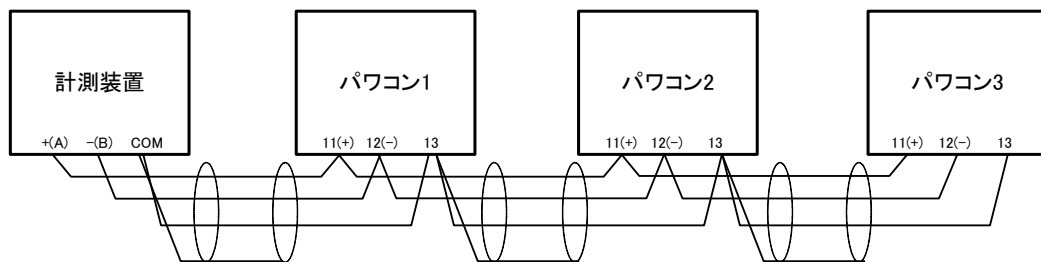

図 6.6.1 パワーコンディショナ3台設置時の接続例
- 信号用端子台(TB3)の計測装置出力(端子番号 11(+),端子番号 12(-),端子番号 13(COM))から出力されますので、計測装置へと接続してください。配線にはシールド付きのツイストペアケーブルを使用し、1点接地になるようにしてください。図 6.6.1 を参考にしてください。
- パワーコンディショナが複数台接続される場合には、各パワーコンディショナ間に対してワタリ配線を行ってください(下図 6.6.1 参照)。